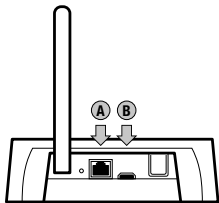

fig. 1
2. Collegare **WHITEBox** al router domestico con il cavo ethernet (fig. 1 A).
3. Alimentare **WHITEBox** tramite il cavo USB e relativo alimentatore in dotazione (fig. 1 B).
4. Identificare i cavi di controllo COM (Comune), NO (Norm. Aperto) ed NC (Norm. Chiuso) aiutandosi con etichette/schemi di collegamento spesso presenti sul termostato (fig. 1)